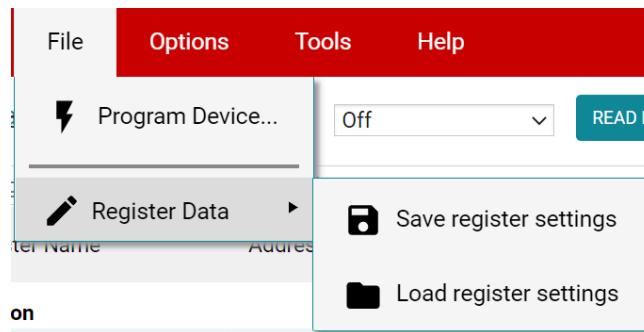

图 3-12. 保存和加载寄存器设置
- 为了方便起见，可以将寄存器设置保存起来，之后再载入任何具有相同寄存器映射的器件。为此，可转到 **File > Register Data**，如图 3-12 中所示。